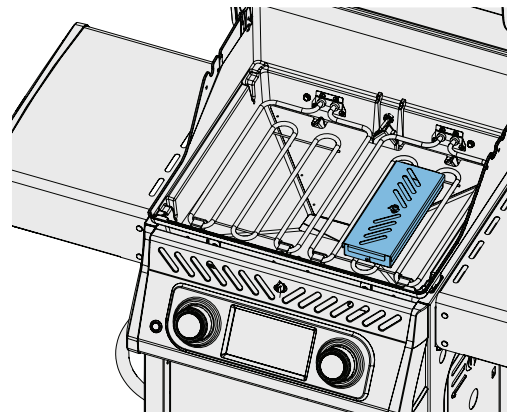

Fig. 6
1. Retire la caja de ahumado (si está en uso) y lávela con agua tibia y jabón. (Fig. 6)